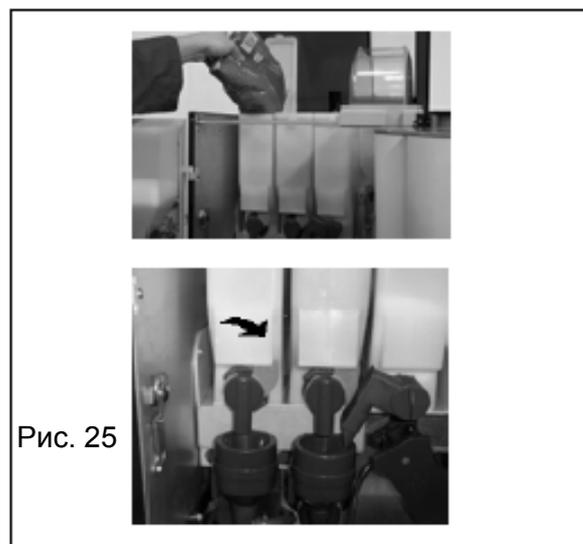

Рис. 25
- контейнеры для продуктов можно заполнять, не вынимая их; однако если все же понадобится их вынуть, убедитесь, что раздвижная панель выпускного отверстия подачи продуктов закрыта (рис. 25). Особенно важно закрыть панель, расположенную на контейнере, перед тем как вынимать контейнер для кофейных зерен. **Внимание:** контейнеры можно заполнять, не снимая их с держателей